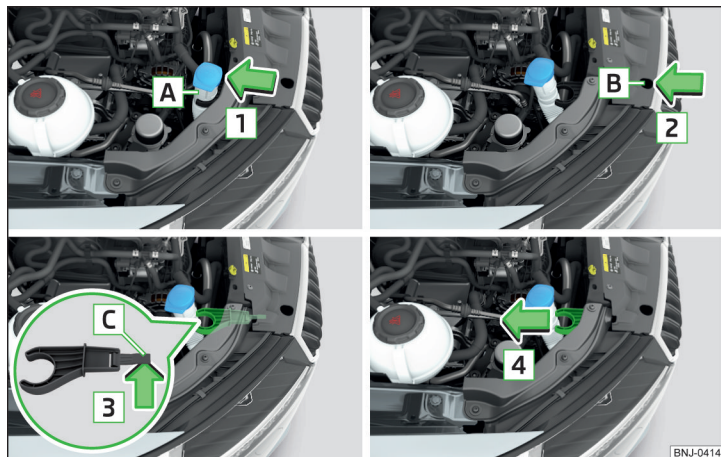

Fig. 287 Rimozione del supporto del manicotto del serbatoio acqua di lavaggio
- Allentare il manicotto del serbatoio **[A]** dal supporto in direzione della freccia **[1]** » fig. 287.
- Inserire il supporto del manicotto del serbatoio nel senso opposto a quello indicato dalla freccia **[4]** » fig. 287.